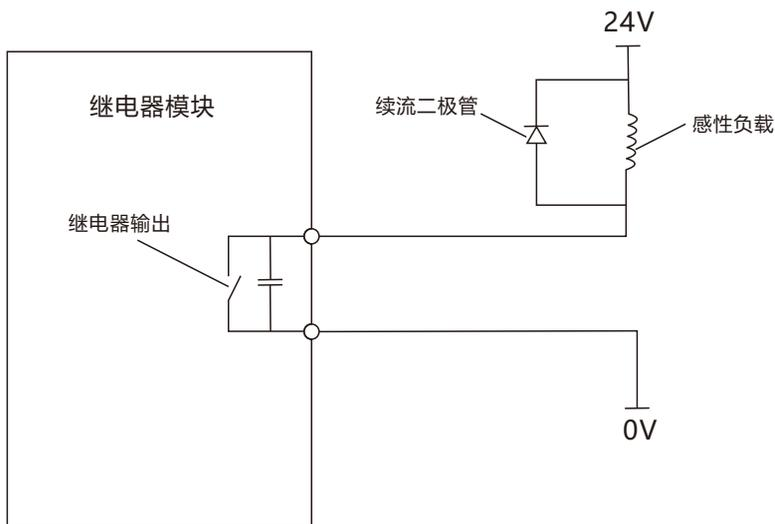

图5-1 RL8051模块接感性负载示意图
2.当输出点用于连接感性负载(电磁阀、继电器线圈等)时,需要在外部反向并联续流二极管(图5-1),否则可能会损坏输出端口。